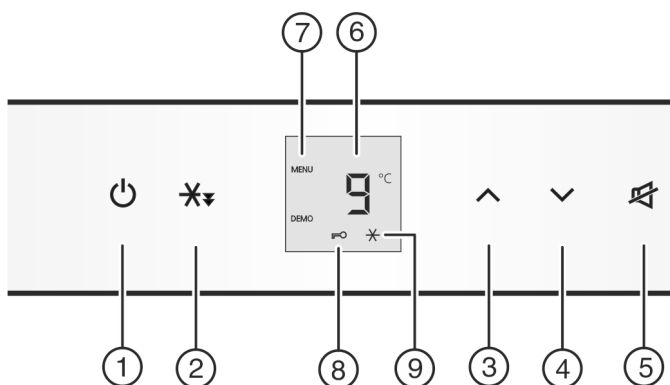

Fig. 2
- ▶ 按下按键 On/Off Fig. 2 (1)。
- ▶ 激活设置模式：将速冷按键 Fig. 2 (2) 按住大约 5 秒。
- ▶ 短按速冷按键 Fig. 2 (2)，开启儿童保护模式。
- ▷ 儿童保护标志 Fig. 2 (8) 发亮。显示器上 **c** 闪烁。
- ▶ 短按速冷按键 Fig. 2 (2)，关闭儿童保护模式。
- ▷ 儿童保护标志 Fig. 2 (8) 熄灭。显示器上 **c** 闪烁。
- ▶ 设置模式关闭：按下按键 On/Off Fig. 2 (1)。
- ▶ 按下报警按键 Fig. 2 (5)。
- ▶ 调热温度: 按下设置键 Up Fig. 2 (3)。
- ▶ 调冷温度: 按下设置键 Down Fig. 2 (4)。
- ▶ 短按速冷按键 Fig. 2 (2)。
- ▷ 速冷符号 Fig. 2 (9) 在显示屏中闪烁。
- ▷ 速冷符号 Fig. 2 (9) 在显示屏中熄灭。